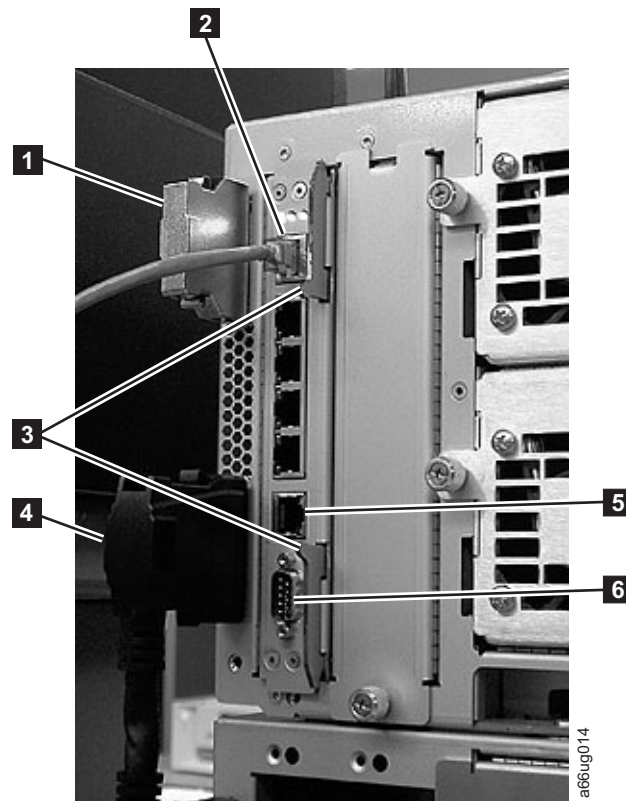

図 11-6. ライブラリー制御ブレード
- LCB (図 11-6) 上で、イーサネット・ケーブル (図 11-6 の **2**) を取り外します。タブをつまんでケーブルを解放してから、コネクタを LCB から引いて外します。
注: イーサネット・ケーブルの下には 6 つのスロットがあります。上の 4 つのスロットは将来利用できるように予約されています。下の 2 つのスロットは、イーサネット・ポート (図 11-6 の **5**) およびシリアル・ポート (図 11-6 の **6**) として指定され、IBM サービス技術員が使用するために予約されています。
- LCB 上部および下部付近の 1 対のラッチ (図 11-6 の **3**) をつかみます。それらのラッチを同時に左に押した後、引き出して LCB から外します。